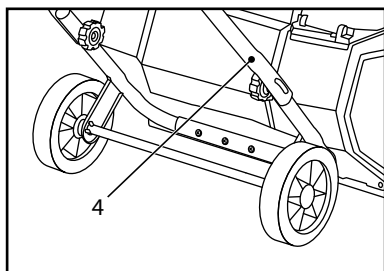

Рис. 3.
- Совместите отверстия нижней стойки (4) с отверстиями на стойке снегоуборочной машины и закрепите с помощью скобы крепления (10), зафиксировав гайкой (8) с двух сторон (рис. 3 и 4).